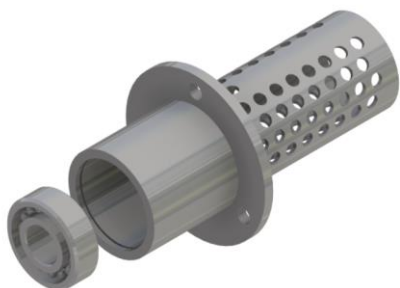
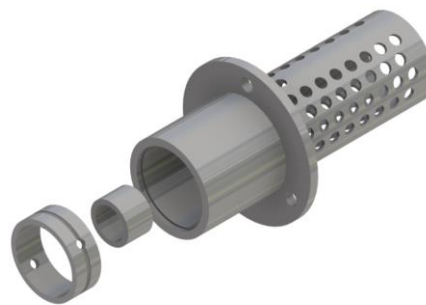

Figura 19:
Figura 20:
- b) Insira o primeiro rolamento no mancal com a face sem blindagem voltada para cima (figura 19) e depois insira os separadores, externo e interno, dos rolamentos, como na figura 20.